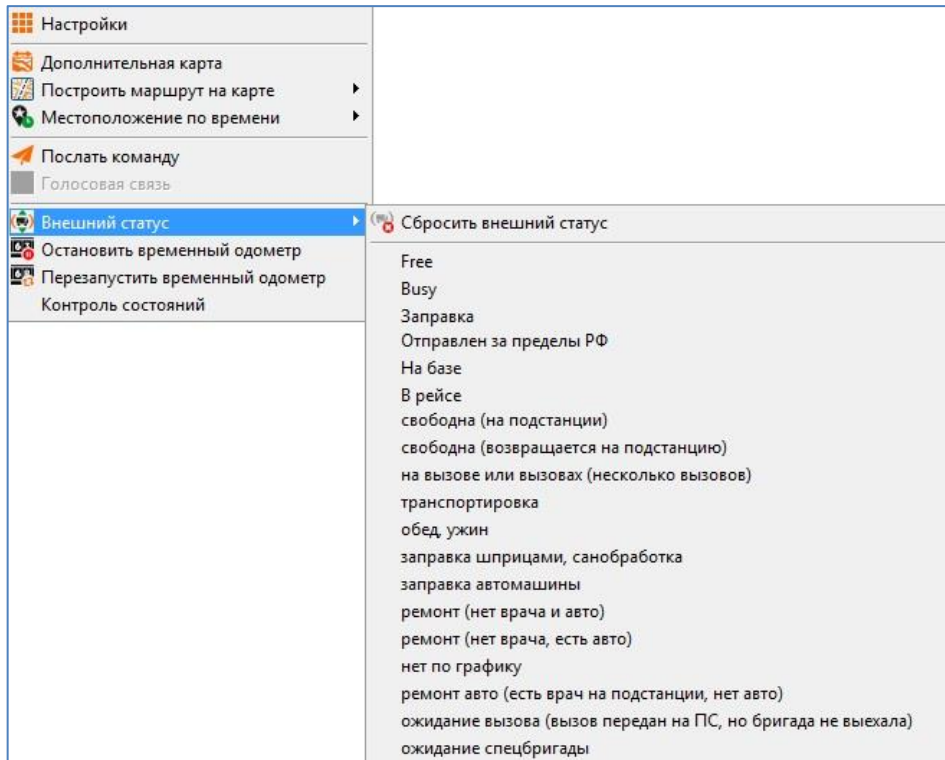

Рисунок 136 – Пример набора подпунктов контекстного меню «Внешний статус»
- 3 Выбрать заданное ТС в Главной окне Программы и в контекстном меню вызвать пункт меню «Внешний статус» с соответствующим подпунктом (см. Рисунок 136).